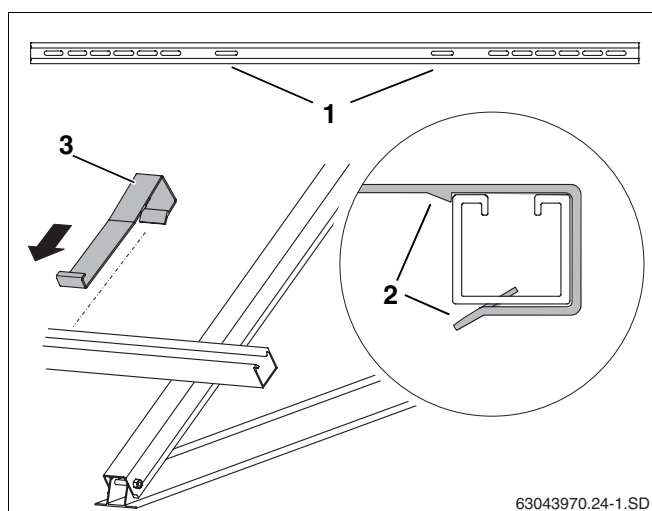

Fig. 36 Attacco della sicurezza antiscivolamento
- ▶ Infilare dall'esterno le sicurezze anti scivolamento (fig. 36, **pos. 3**) nei vari fori oblunghi interni (fig. 36, **pos. 1**), e spingerle dentro le guide profilate finché tali sicurezze non si aggancino in posizione (fig. 36, **pos. 2**).